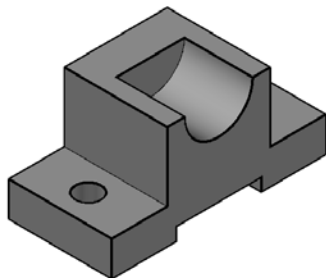

图 10-33 实体模型
5) 用布尔运算的方法将所有的实体进行并集或者差集的运算。设置 DISPSILH 变量为 1，并且进行消隐显示，结果如图 10-33 所示（不包含尺寸及中心线）。